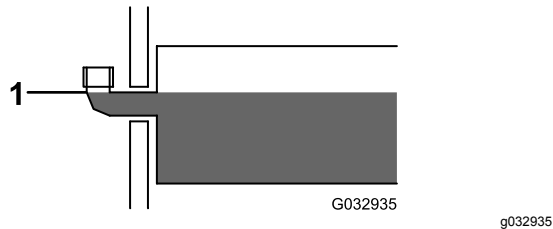

Figura 37
3. Retire el tapón de llenado del depósito hidráulico (Figura 37).
4. Llène lentamente el depósito con fluido hidráulico de alto rendimiento BOSS hasta el fondo del codo de llenado (Figura 37).